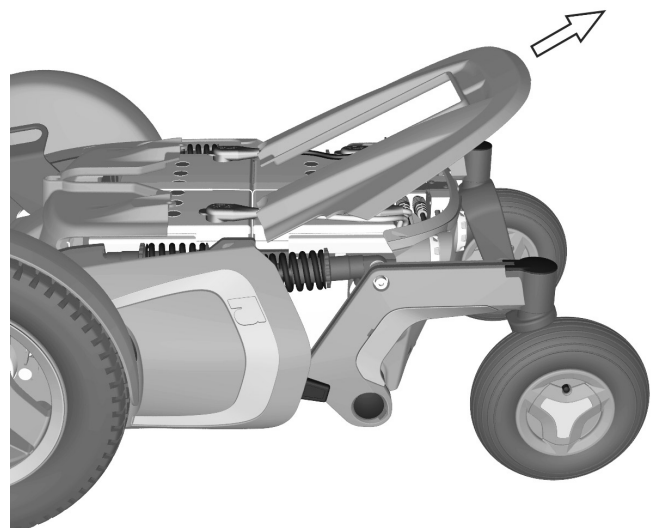

Abbildung 22. \* Obere Fahrgestellabdeckung
4. Obere Abdeckung vom Fahrgestell heben/ziehen. Siehe Abbildung. 22.
6. Bringen Sie Fahrgestellabdeckungen wieder am Fahrgestell an. Siehe Abbildung 22 und 23